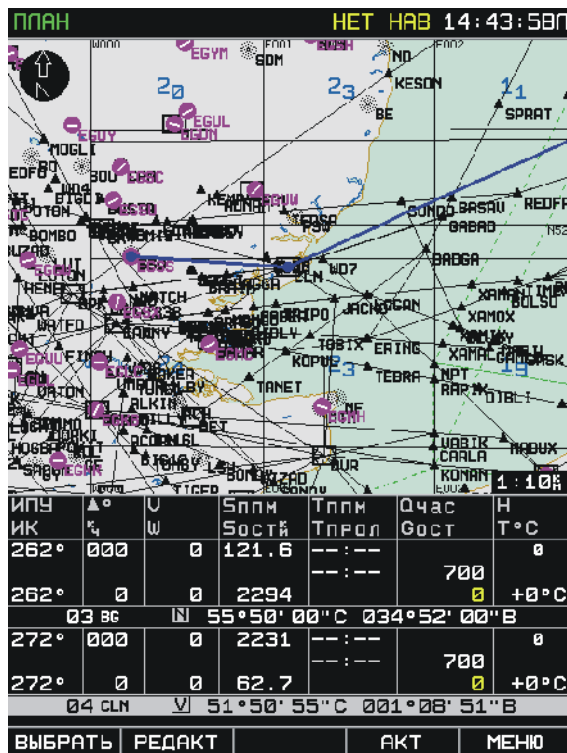

Рис. 61. Выбор ППМ схода с сети воздушных трасс
7. Нажать клавишу ПЛАН. **Внимание! Для прокладки маршрута необходимо перейти на ППМ схода с сети воздушных трасс!** Используя манипулятор курсора перейти на ППМ схода с сети воздушных трасс (Рис. 61).